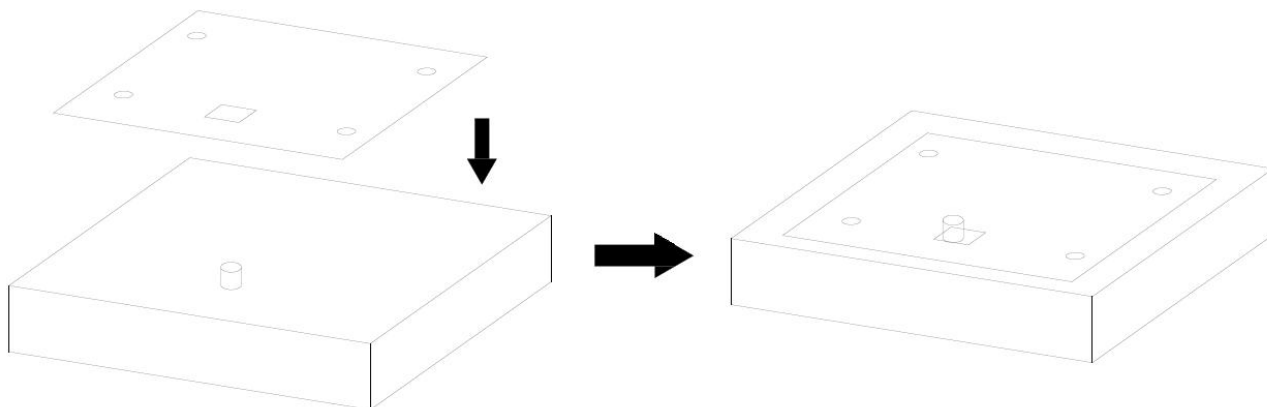

图 8
- 将定位纸放在混凝土基础上，定位纸电缆孔和基础电缆孔对应。如图 8